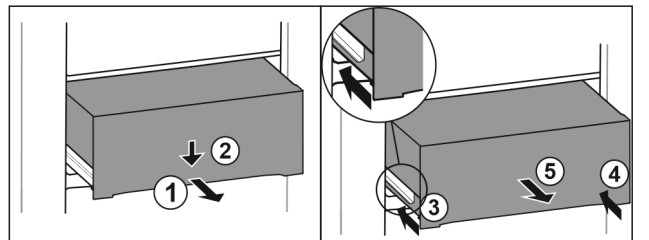

Fig. 196
- Schubfach halb herausziehen. Fig. 196 (1)
- Schubfach an der Vorderseite nach unten drücken. Fig. 196 (2)
- Linke Schiene etwa 2 cm einschieben. Fig. 196 (3)
- Rechte Schiene etwa 2 cm einschieben. Fig. 196 (4)
- Schubfach nach vorne entnehmen. Fig. 196 (5)